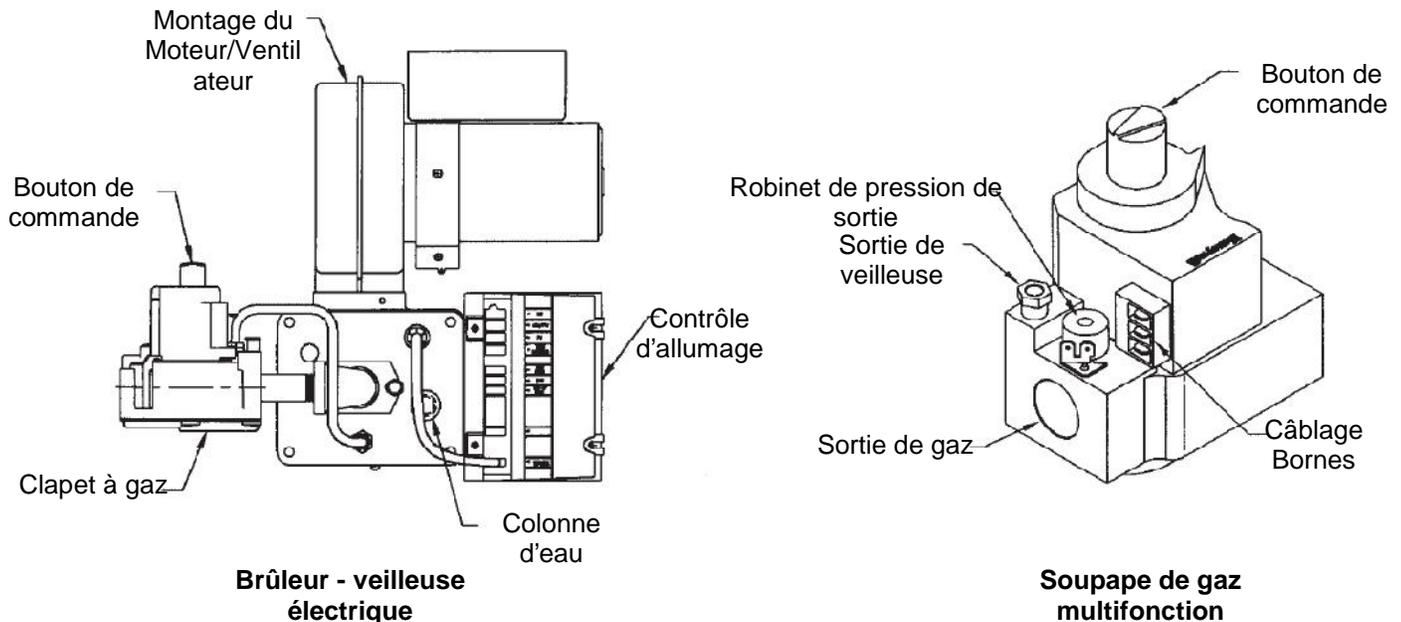

FIGURE 14
1. Appuyer sur le bouton de contrôle du gaz situé sur la soupape de gaz multifonction et tourner sur la position "OFF" (voir la Figure 14).